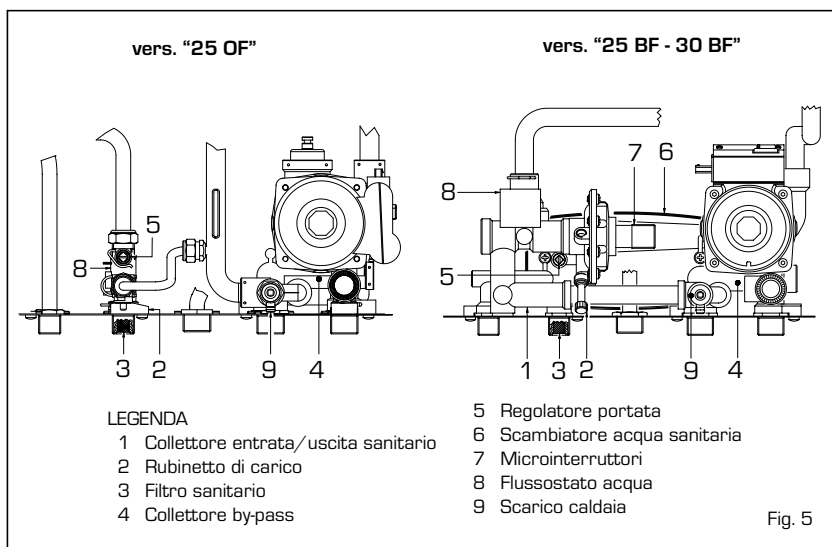

Fig. 5
2.6 RIEMPIMENTO IMPIANTO (fig. 5)
2.6.1 Svuotamento impianto (fig. 5)